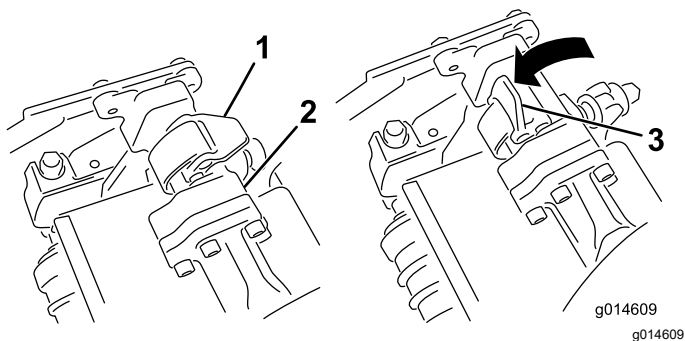
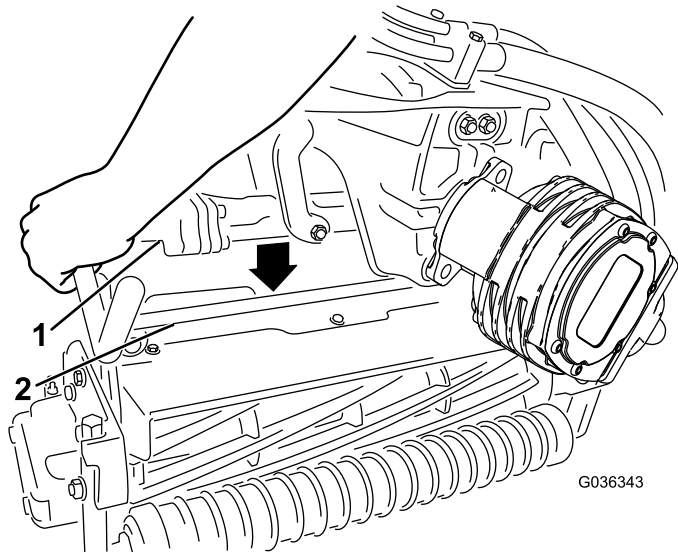

Bild 54
Bild 55
4. Die Riegel an der Aufhängearmstange müssen nach oben zeigen (d. h. offen) (Bild 54); drücken Sie den Aufhängearm dann so nach unten, dass die Stange über die Stange an der Oberseite der Schneideinheit passt (Bild 55).
5. Drücken Sie die Riegel nach unten um die Mähwerkstange herum und arretieren sie (Bild 54).
5. Öffnen Sie die Riegel an der Aufhängearmstange des Mähwerks, das Sie entfernen möchten (Bild 54).